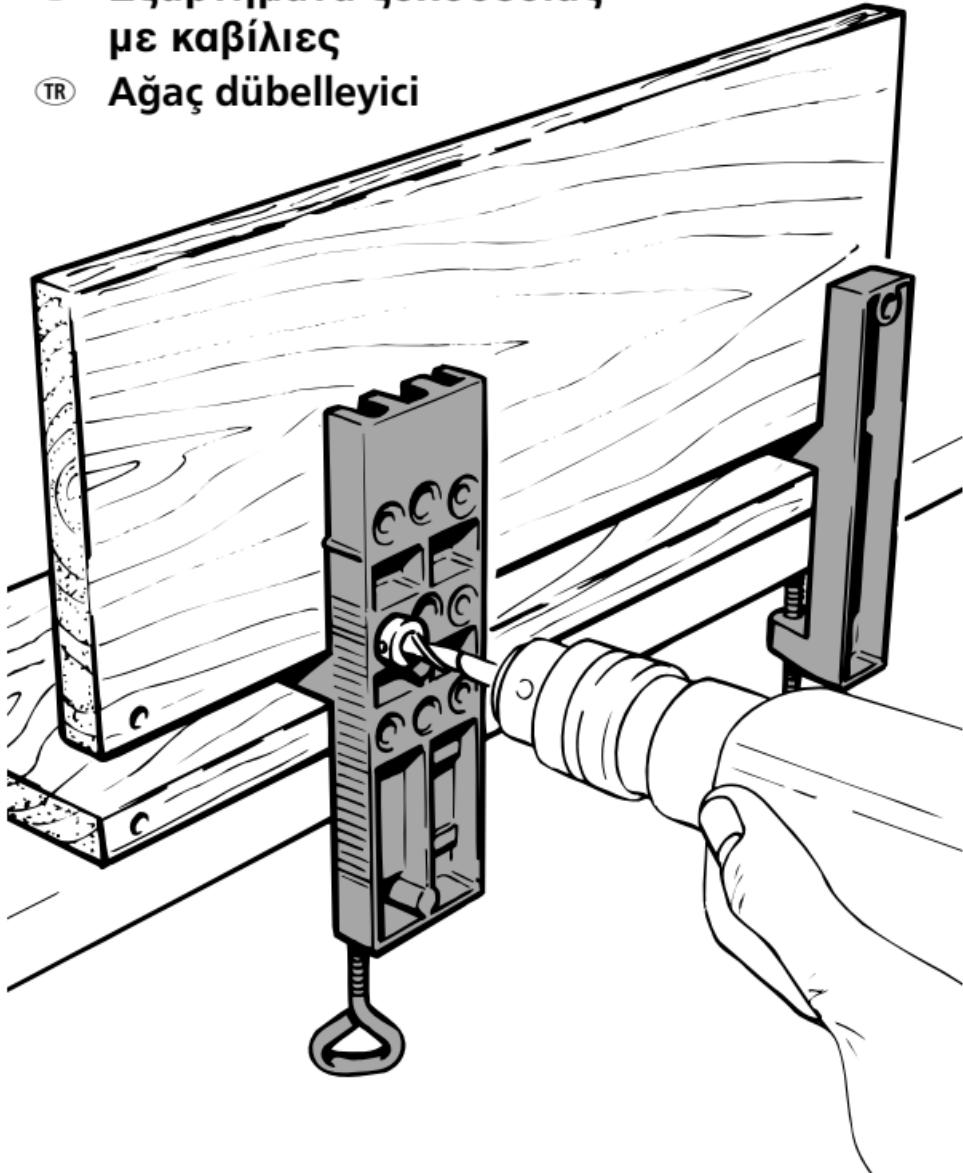

Fig. 1
- Dübelauswahl (**Fig. 1**)
- Dowel selection (**Fig. 1**)
- Choix de chevilles (**figures 1**)
- Plugkeuze (**fig. 1**)